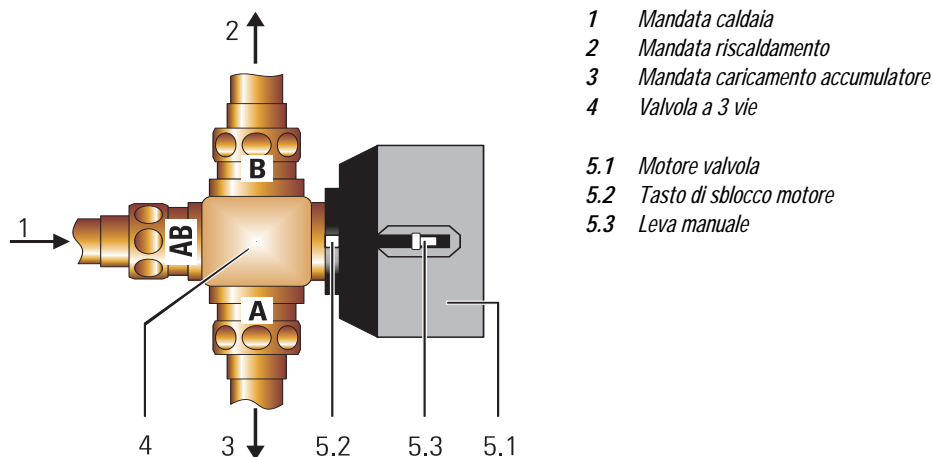

Fig. 6-1 Valvola a 3 vie
- Premere il tasto di sblocco (fig. 6-1, pos. 5.2), ruotare la testa del motore della valvola (fig. 6-1, pos. 5.1) di 1/4 di giro verso sinistra e rimuoverlo.
- Portare la valvola di commutazione in posizione intermedia tramite la leva manuale (fig. 6-1, pos. 5.3) (possibile soltanto se in precedenza il motore della valvola si trovava in posizione "Riscaldamento").